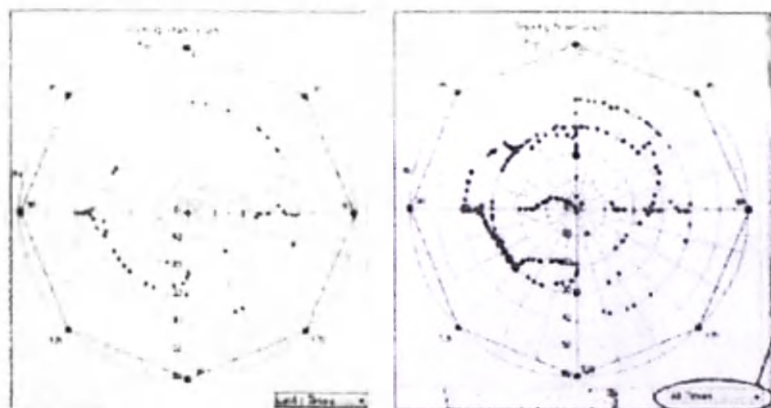

Рисунок 45 - «ResultGraph» («График результатов»), «Training Alarm Graph» («График ошибок при тренинге»)
6. «Training Alarm Graph» («График ошибок при тренинге») (рисунок 45). На нем отражена частота ошибок, т.е. отклонений пациента от нулевого положения, зафиксированного датчиками, возникающими всякий раз, когда пациент находится вне рабочего диапазона датчика. Также на графике отображены изменения нагрузок.
Количество ошибок можно посчитать, просуммировав все точки на круглом графике. При отображении двух и более тренировок, как показано на правом графике (рисунок 45), ошибки можно отличить по цветам.